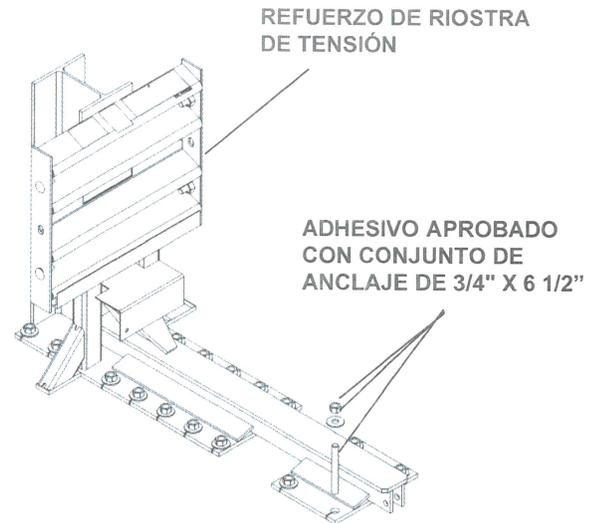

Figura 16
B) Refuerzo de riostra de tensión (Figura 16)